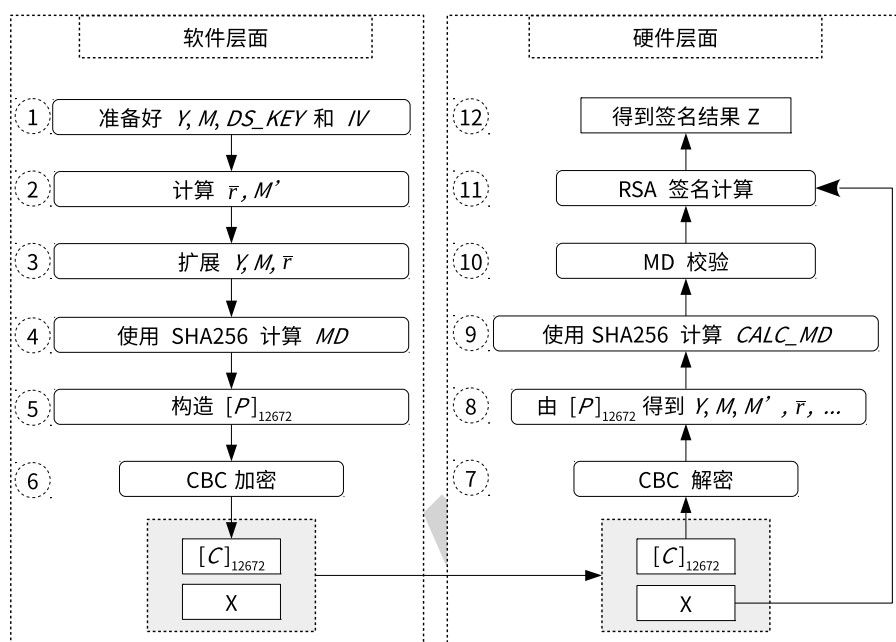

图 12-1. 软件准备工作与硬件工作流程
如果用户想使用 DS 模块进行数字签名，软件和硬件必须紧密配合才可以顺利完成，并且软件需要做一系列准备工作，如图 12-1 所示。图中左半边给出了在硬件开始 RSA 签名计算之前，软件需要做哪些准备工作。图中右半边展示了硬件在整个签名计算的过程中具体会做些什么。
- 对于多次签名计算，软件准备工作（图 12-1 左侧）只需要进行一次，但对于每一次签名计算，硬件运算（图 1-1 右侧）都需要重新进行。
用户需要依照图 12-1 指定的步骤来计算 C 。详细的过程描述如下：
1. 解析阶段, 即图 12-1 中的步骤 7 和步骤 8
解析过程是图 12-1 中步骤 6 的逆过程。DS 模块将调用 AES 硬件加速器以 CBC 块模式对输入的密文信息 C 进行解密, 获取明文信息。该过程可以表示为 $P = \text{AES-CBC-DEC}(C, DS_KEY, IV)$, 其中 IV 就是 $[IV]_{128}$, 由用户直接指定; $[DS_KEY]_{256}$ 由硬件 HMAC 提供, 由存储在 eFuse 中的 $HMAC_KEY$ 得到, 软件无法获取。
2. 校验阶段, 即图 12-1 中的步骤 9 和步骤 10
DS 模块会执行两种校验操作: MD 校验和填充 (padding) 校验。由于填充校验和 MD 校验同步进行, 因此填充校验不在图 12-1 中体现。
3. 计算阶段, 即图 12-1 中的步骤 11 和步骤 12